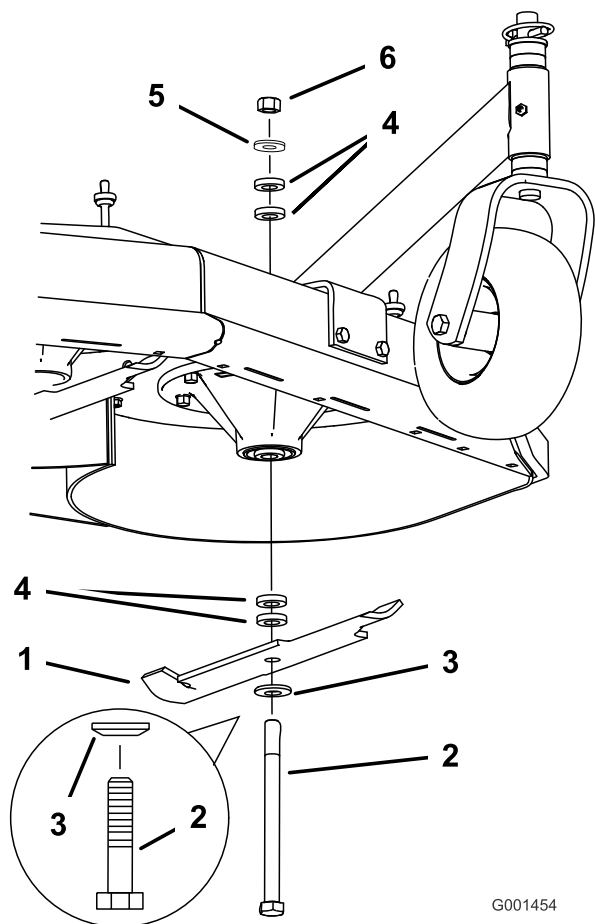

Figure 56
- Enlevez de l'axe, l'écrou, le boulon de lame, la rondelle bombée, la lame, les entretoises et la rondelle mince (Figure 56).
- Placez la rondelle bombée puis la lame sur le boulon. Choisissez le nombre correct d'entretoise(s) pour la hauteur de coupe, et insérez le boulon dans l'axe (Figure 56).
- Posez la ou les dernière(s) entretoise(s) et fixez-la ou les en place avec une rondelle mince et un écrou (Figure 56).